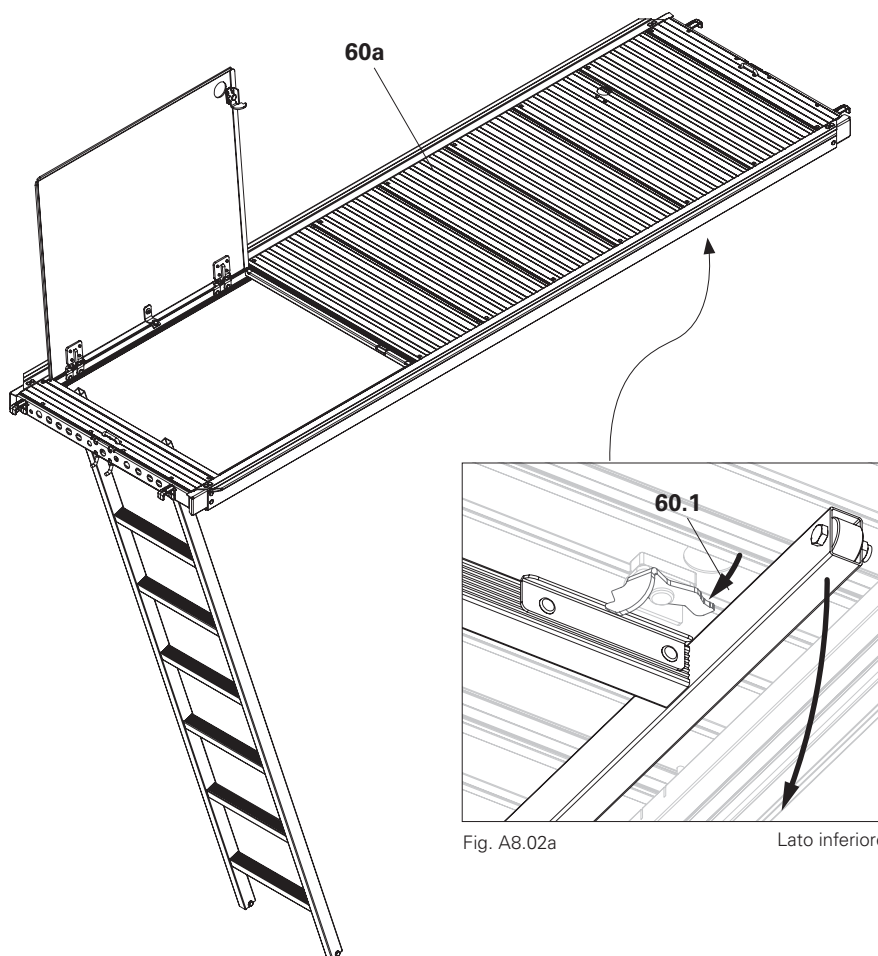

Fig. A8.02a
1. Montare la botola (60) nello stesso modo degli impalcati in acciaio.
2. Tenere la scala per il piolo inferiore e sbloccarla con la maniglietta (60.1). (Fig. A8.02a)